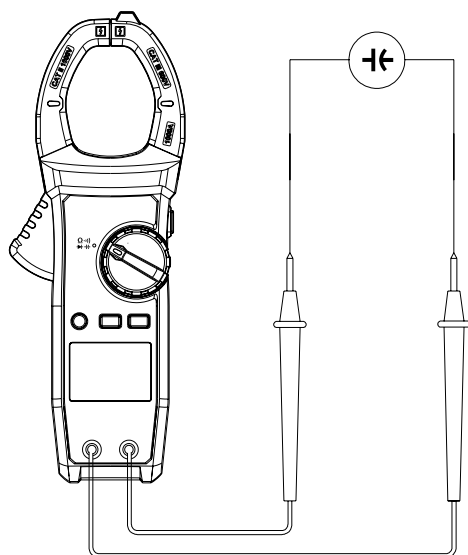

Рис.10. Измерение ёмкости
- 2) Установите переключатель в режим $\curvearrowright$), нажмите SELECT для выбора режима измерения емкости $\dashv$ (см. рис. 10).